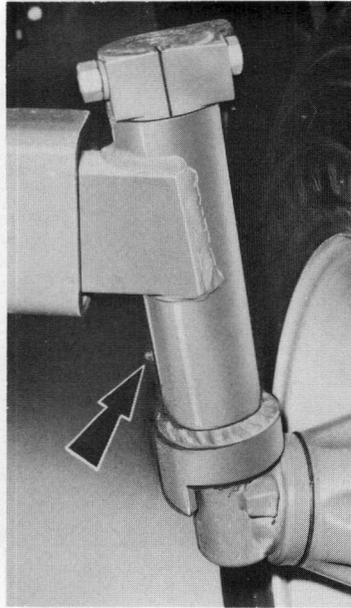

Fig. 2
- Fig. 2 – Pivots de roues avant.
La lampe témoin de colmatage de filtre à air s'allume lorsque le filtre à air doit être entretenu (7 fig. 2 page 31).